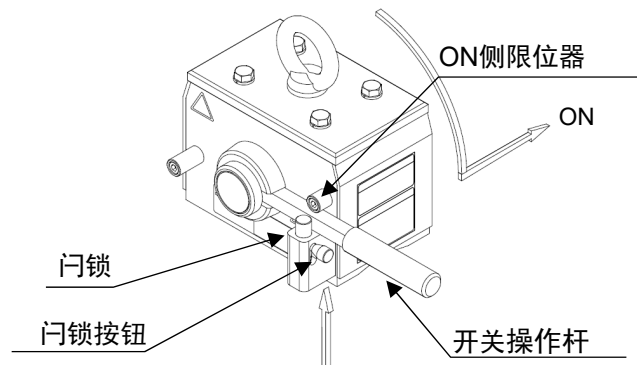

图10-2 KRD30、KRD50、KRD80、KRD100、KRD160
- ⑤-2 KRD30、KRD50、KRD80、KRD100、KRD160 参考图10-2